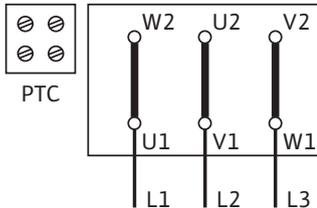

Fig. 45: Rozruch Y-Δ (standardowy)
Schemat przyłączeniowy przyłącza elektrycznego znajduje się na skrzynce zaciskowej (patrz również Fig. 45/46).
- Napięcie zasilania na płytce zaciskowej jest zależne od mocy silnika P₂, od napięcia sieciowego i od sposobu załączania. Sposób wymaganego połączenia mostków łączących w skrzynce zaciskowej został opisany w poniższym wykazie „Tab. 4: Przyporządkowanie zacisków przyłączeniowych” na stronie 75 i na Fig. 45/46.
| Rozruch Y-Δ (standardowy) | Usunąć mostki łączące (Fig. 45) |